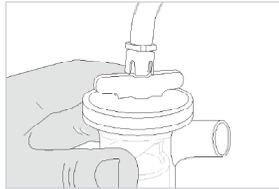

Abbildung 25
- Schließen Sie den Schnellanschluss des weißen Schlauchs an der Gehäuserückseite des Phasitron® an. (**Abb. 25**)